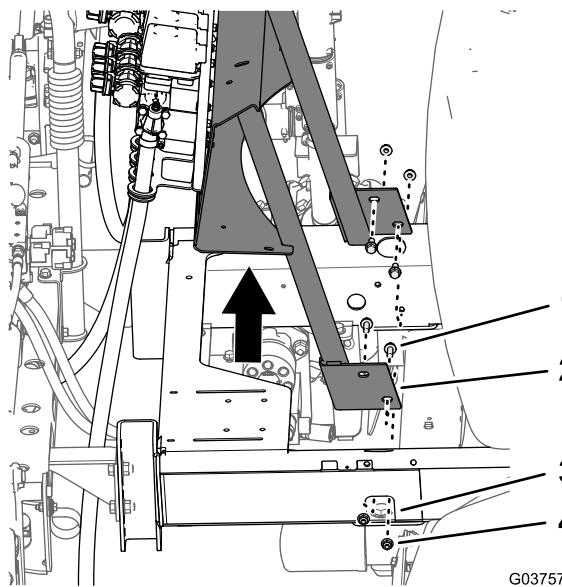

Bild 45
2. Stützen Sie die Ventilstütze ab und entfernen Sie die vier Bundkopfschrauben (3/8" x 1") und die vier Sicherungsbundmuttern (3/8"), mit denen die Ventilstütze am Rahmen der Maschine befestigt ist (Bild 45).
3. Nehmen Sie die Ventilstütze, die Ventile und die Auslegerabschnitt-Schläuche von der Maschine ab (Bild 45).